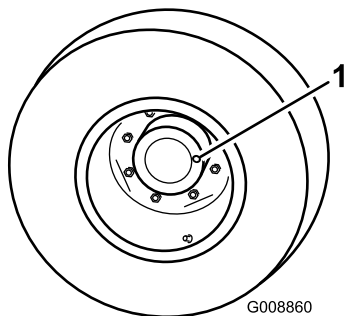

Figure 47
- Amenez la machine sur une surface plane et horizontale, tournez la roue de sorte qu'un bouchon de contrôle (Figure 47) soit à la position 12 heures et l'autre à la position 3 heures.
- Bouchon de contrôle/vidange (2)
- Retirez le bouchon qui est à la position 3 heures (Figure 47).